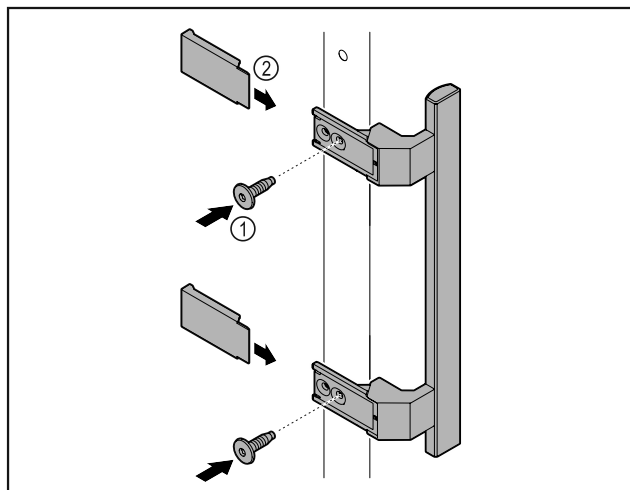

Fig. 5
- Upevnite držadlo z príslušenstva na dvere pomocou priložených skrutiek Fig. 5 (1).
- Nasadte kryt Fig. 5 (2).